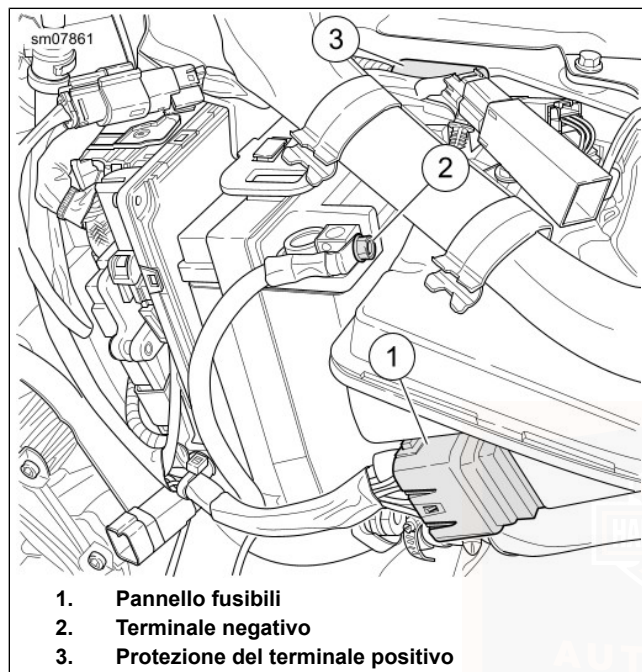
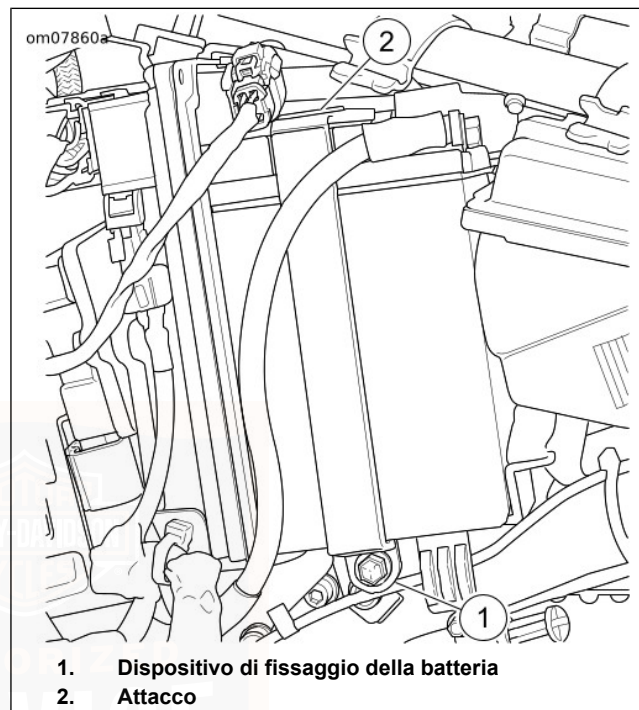

Figura 71. Vano della batteria
Figura 72. Cinghia della batteria
4. Vedere Figura 71. Tirare il pannello fusibili (1) da una parte.
6. Scollegare il cavo negativo della batteria dal terminale negativo (2).
7. Rimuovere la protezione del terminale positivo (3) dal terminale positivo della batteria. Scollegare il cavo positivo della batteria.
8. Vedere Figura 72. Rimuovere il dispositivo di fissaggio della cinghia (1).
9. Sganciare la cinghia della batteria dall'attacco (2) sulla parte superiore della batteria.
3. Vedere Figura 72. Installare la cinghia sull'attacco (2) della parte superiore della batteria. Installare il dispositivo di fissaggio della cinghia (1). Serrare a 8,1–10,8 N·m (72–96 **in-lbs**).